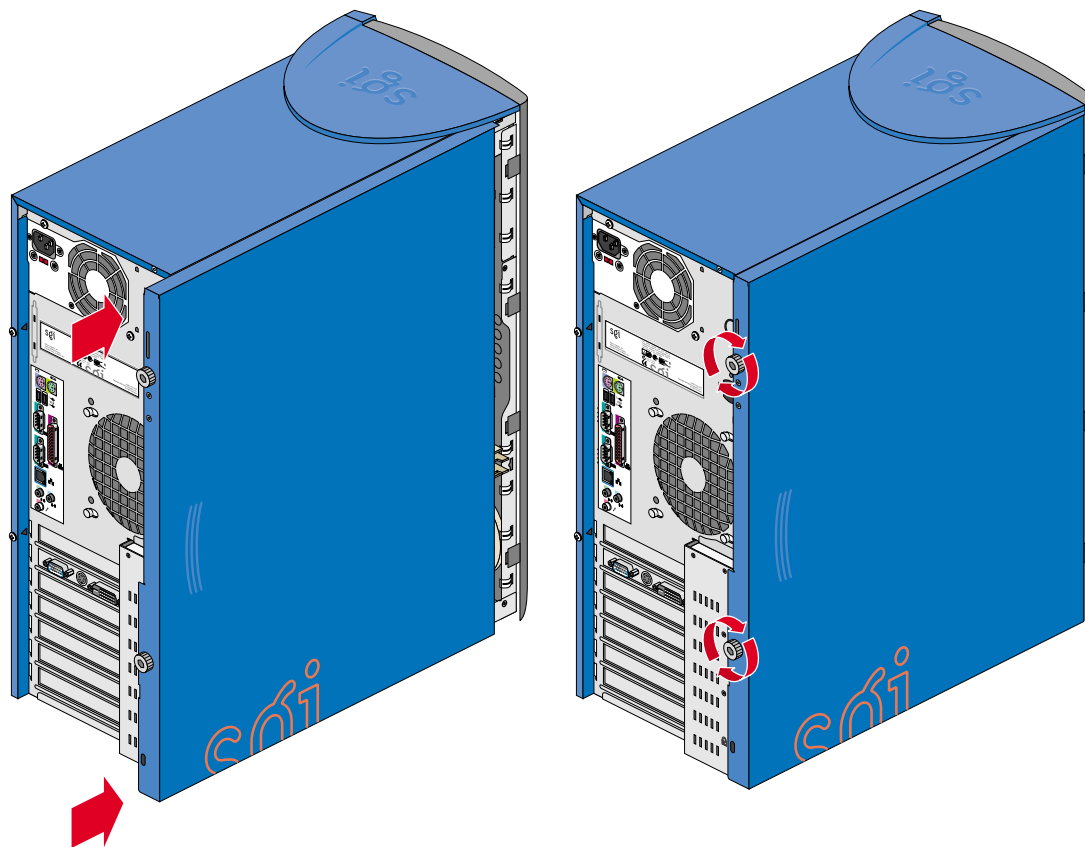

Abbildung 2-33 Vorschieben der Seitenabdeckung
- Schieben Sie die Seitenabdeckung in Richtung auf die Vorderseite des Gehäuses, bis sie richtig sitzt. Abbildung 2-33 veranschaulicht das Vorgehen.